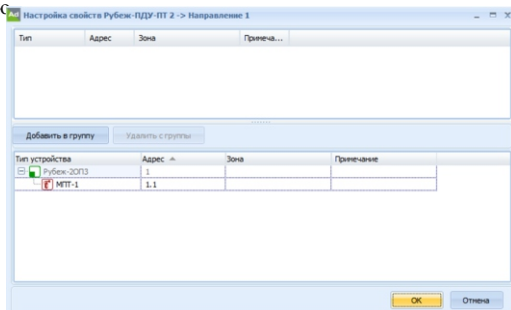

Рисунок 4
6.4 Затем раскрывают список направлений, правым кликом вызывают выпадающее меню для требуемого направления и выбирают пункт «Свойства» (рисунок 4). В открывшемся окне в нижнем поле открывается список доступных исполнительных устройств (далее – ИУ), в верхнем – список ИУ, приписанных к направлению.